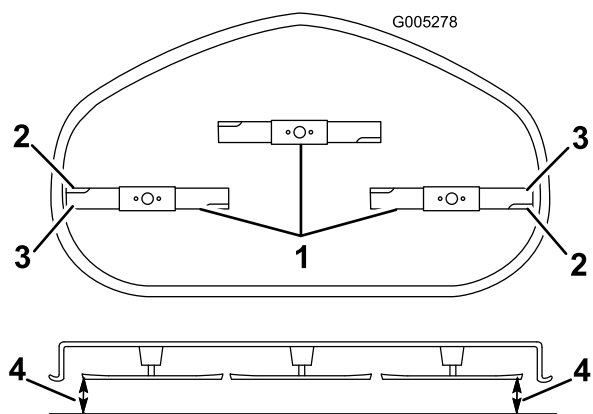

**Figura 68**
8. Eleve o baje el lado izquierdo de la carcasa de corte girando la tuerca trasera (Figura 68).
**Nota:** Gire la tuerca trasera en sentido horario para elevar la carcasa de corte; gire la tuerca trasera en sentido antihorario para bajar la carcasa de corte (Figura 68).